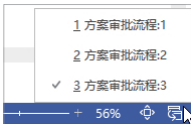

图 2-31 状态栏中的“切换窗口”按钮
- 单击状态栏中的“切换窗口”按钮，在弹出的菜单中选择所需的窗口，如图 2-31 所示。